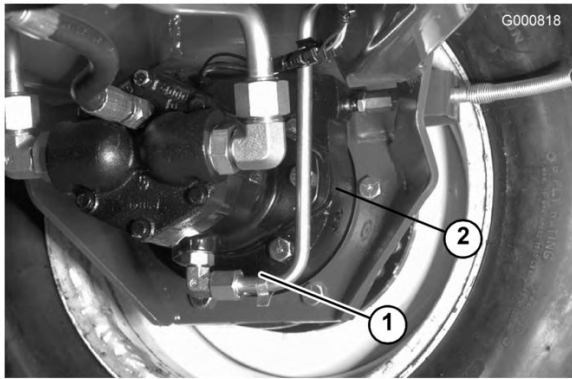

Figura 69
3. Togliete i tappi di controllo/spurgo dalla scatola del freno e lasciate defluire l'olio (Figura 69).